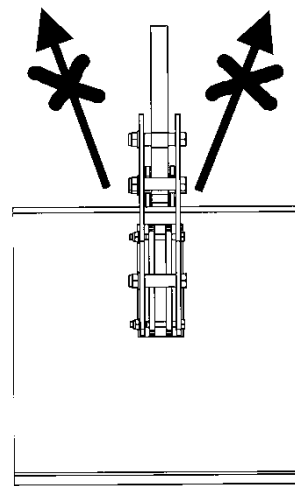

Fig. 4
**È vietato il caricamento dei morsetti mediante trazione diagonale (fig. 4). Deformazione e pericolo di caduta!**